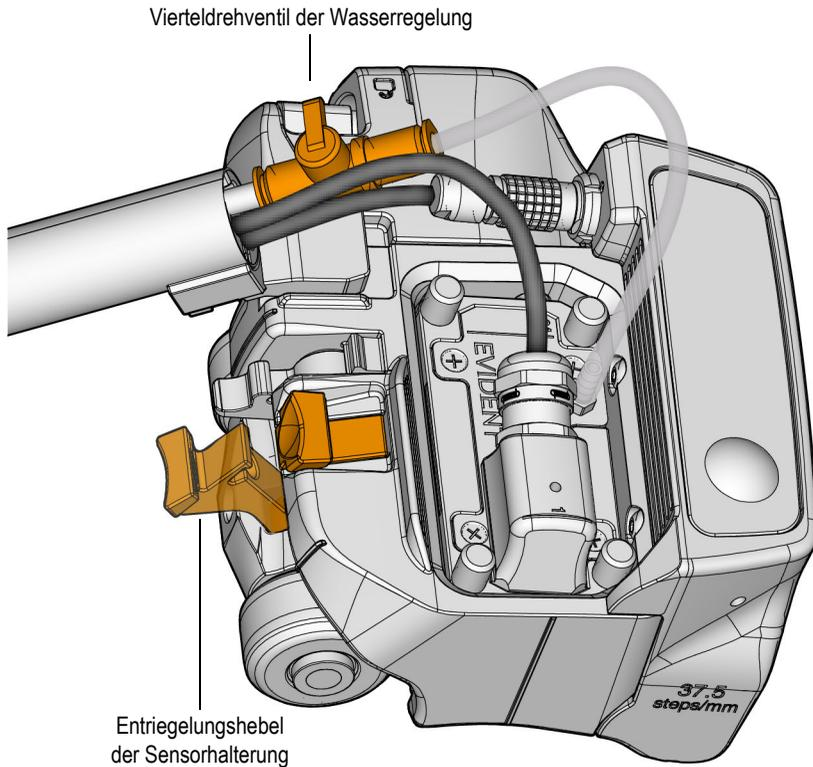

Abbildung 4-3 Vierteldrehventil der Wasserregelung und Entriegelungshebel
3. Öffnen Sie das Vierteldrehventil der Wasserregelung (siehe Abbildung 4-3 auf Seite 66).